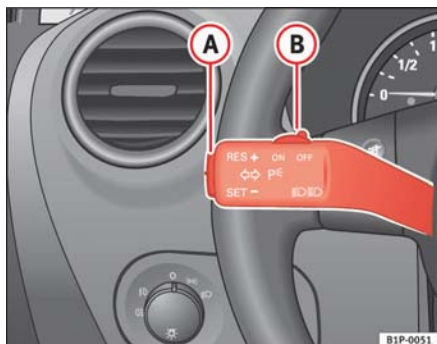

Fig. 125 Palanca de intermitentes y de luz de carretera: mando y tecla basculante para el regulador de velocidad
- Presione la parte superior de la tecla basculante **RES** ⇒ fig. 125 **A** para aumentar la velocidad. El vehículo acelerará mientras mantenga la tecla presionada. Al soltar la tecla quedará memorizada la nueva velocidad.
Si se reduce la velocidad programada pisando el pedal del freno, se desactiva el regulador de velocidad. Si quiere activar de nuevo el regulador, bastará con presionar una vez la parte superior de la tecla basculante **RES+** ⇒ fig. 125 **A**.